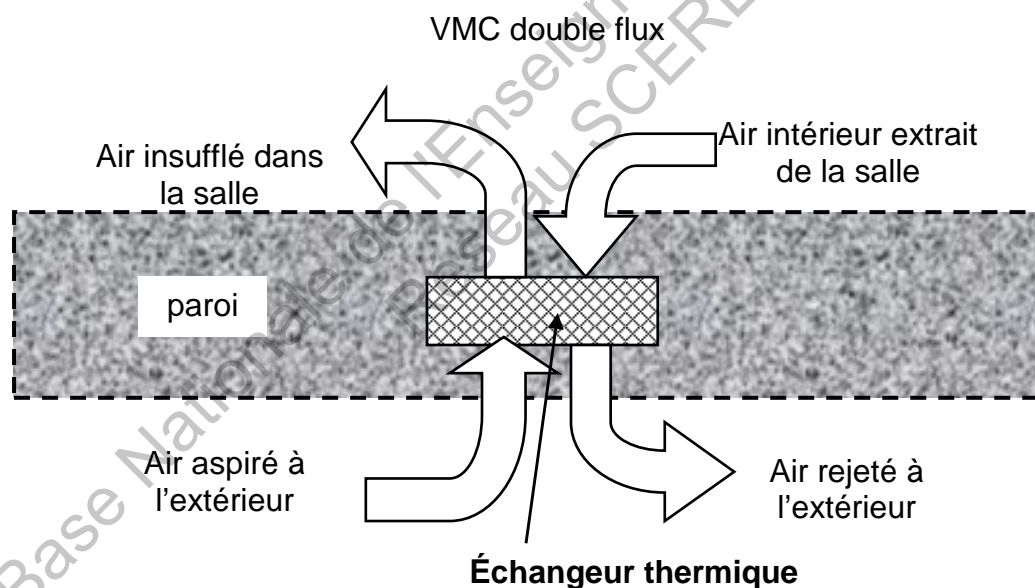

Figure 2
1.3.2 - L'utilisation d'une VMC à double flux permet de réduire cette perte d'énergie. La figure 2 ci-dessous schématise le fonctionnement d'une VMC double flux.
1.3.2.1 - En vous aidant du schéma de la figure 2, indiquer brièvement comment fonctionne une VMC double flux.